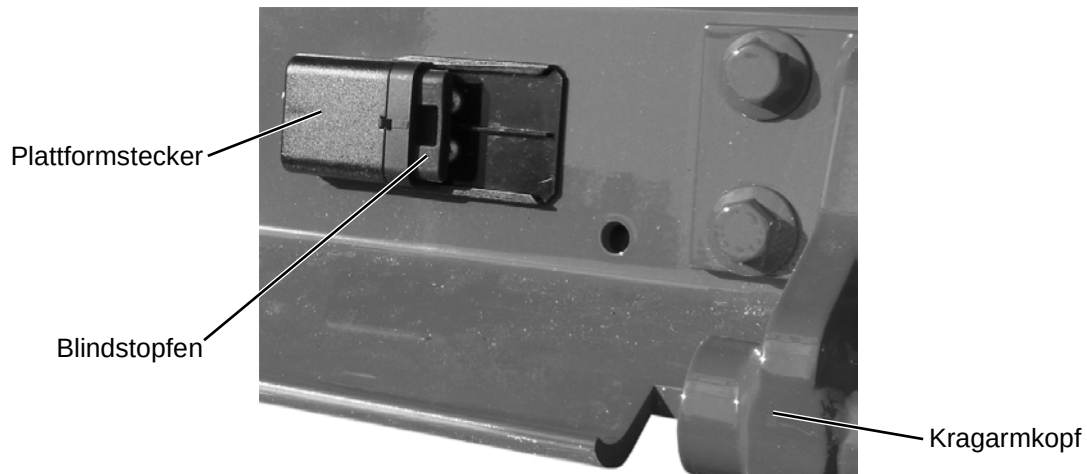

Abbildung 42: Plattformstecker
Zur Montage des Neigungssensors **B15S** ist an der Unterseite der Plattform neben dem rechten Kragarmkopf ein Plattformstecker vorhanden (siehe Abbildung 42). Über den Plattformstecker und den Neigungssensor **B15S** erfolgt auch die Stromversorgung der elektrischen Bauteile der Plattform.
- Entfernen Sie den Blindstopfen aus dem Plattformstecker (siehe Abbildung 42).